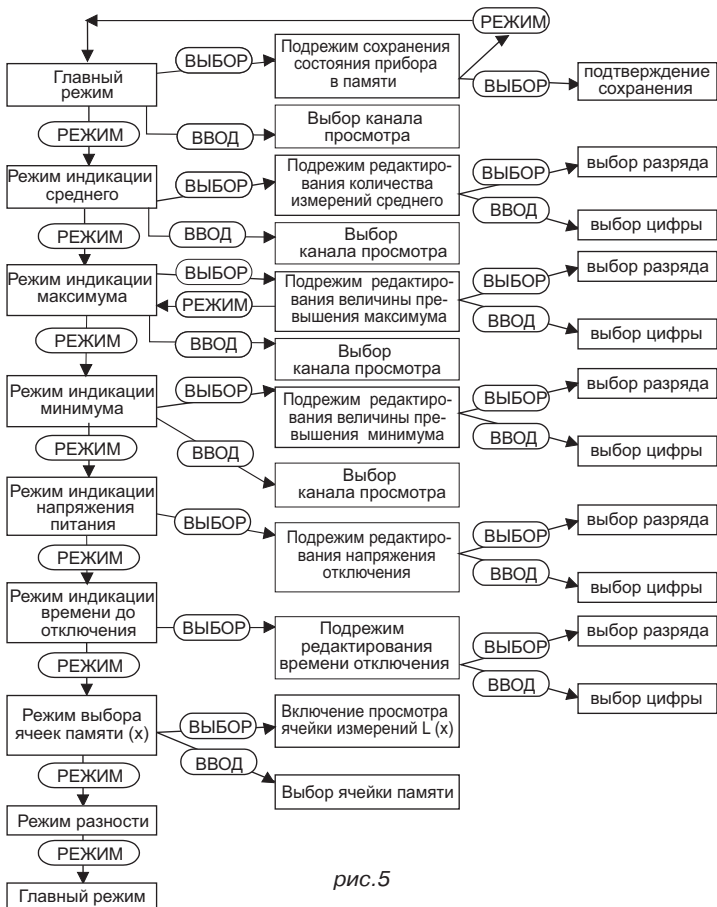

рис.5
2.3.1 Алгоритм работы ТК-5.11 приведен на рис. 5.